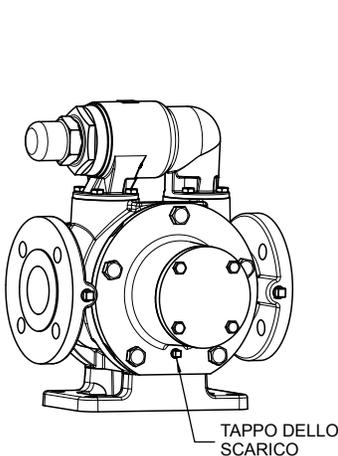

FIGURA 4
2. Scaricare la pressione e togliere il fluido rimuovendo il tappo di scarico come mostrato in **Figura 4**.